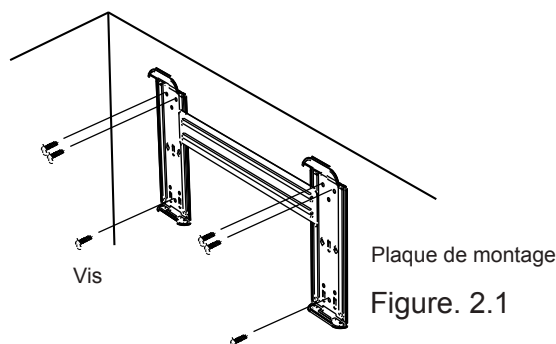

Figure. 2.1
3. Montez le support sur le mur à l'aide des 6 vis fournies. Assurez-vous que vous vissez directement dans les deux montants trouvés précédemment. Si votre mur n'a pas de montant, vous devrez utiliser des ancrages muraux (Mollys) pour fixer le support de montage, (voir figure 2.1)